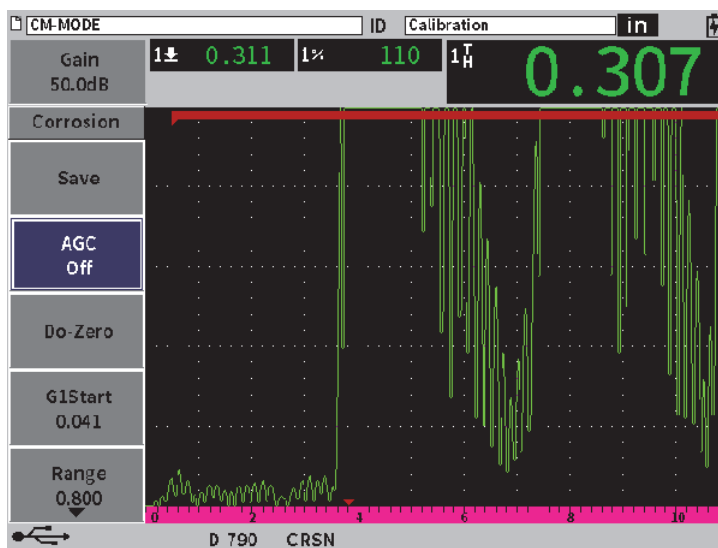

Рис. 11-38 Прецизионный режим — AGC Off (APU Выкл.)
2. С помощью ручки регулятора установите **AGC** на **Off** (см. Рис. 11-38 на стр 228).